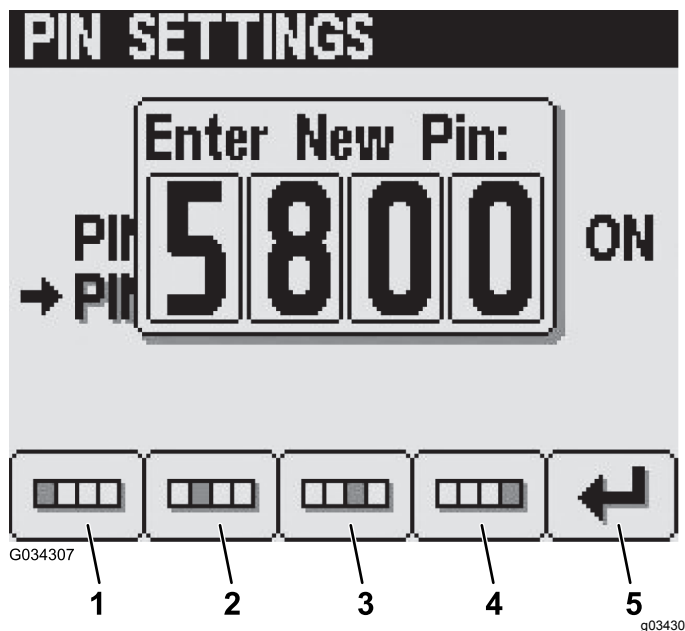

图36
5. 在 Enter New PIN输入新 PIN屏幕使用 1 号到 4 号按钮输入新 PIN 然后按 5 号按钮将新 PIN 输入 InfoCenter信息中心 图36。